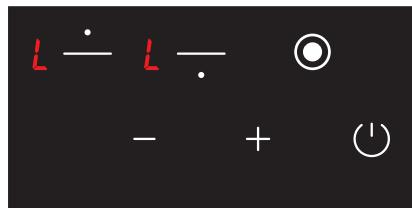

Рис. 16
3. У цей час режим захисту від дітей увімкнено та на індикаторах усіх конфорок відображається значок , що символізує цей стан (Див. рис. 16). Значки  і  відображаються у разі, якщо будь-яка конфорка є гарячою.